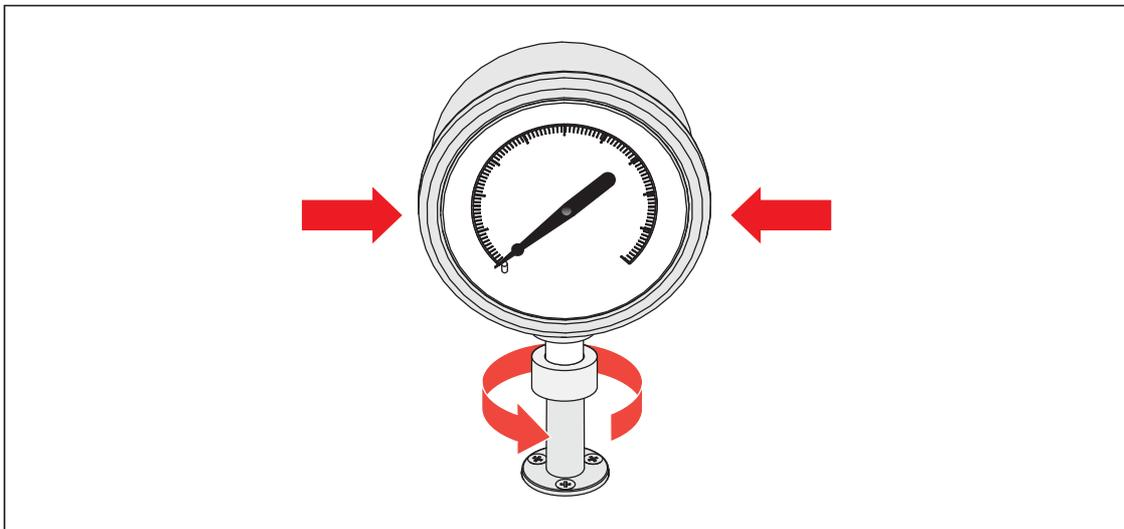

図9. 圧力計の固定
4. 圧力計を保持したまま、圧力アダプタを反時計-回りに回して、Oリングの位置まで下げます。図9を参照してください。